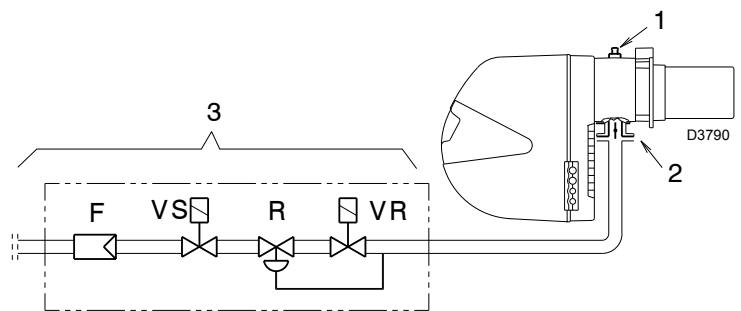

Fig. 36
Presión de gas medida en la toma 1)(Fig. 36), con:
Pérdida de carga en válvula de mariposa del gas 2)(Fig. 36) con apertura máxima: 90°.
Pérdida de carga en rampa 3)(Fig. 36) que comprende: válvula de regulación VR, válvula de seguridad VS (ambas con la máxima abertura), regulador de presión R, filtro F.
- Restar a la presión del gas en la toma 1)(Fig. 36) la presión de la cámara de combustión.
- Presión de gas en la toma 1)( Fig. 36) = 7,5 mbar
En cambio, para conocer la presión de gas que se necesita en la toma 1)(Fig. 36), una vez fijada la potencia en la cual se desea que funcione el quemador con la máxima potencia:
- Leer a la derecha, en la columna 1, la presión en la toma 1)(Fig. 36).
- presión necesaria en la toma 1)(Fig. 36).